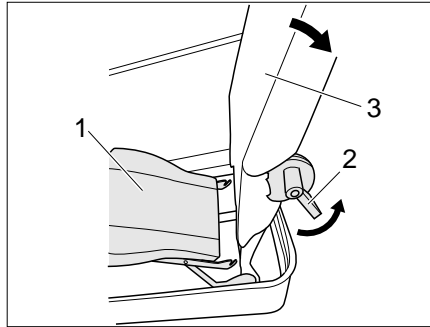
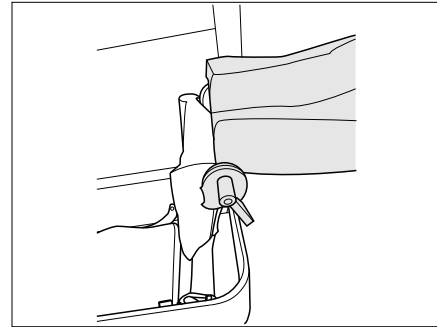

Bild 209 Sitzfläche aushängen
Bild 210 Sitzlehne um 90° nach hinten gedreht
- Sitzfläche (Bild 209,1) aushängen und nach unten bewegen.
- Hebel 1 (Bild 209,2) betätigen und Sitzlehne (Bild 209,3) um 90° nach hinten drehen (Bild 210).